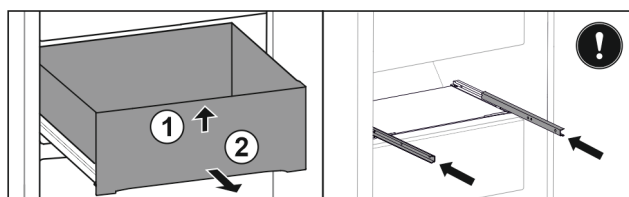

Fig. 158
- ▶ Unieść szufladę z przodu. Fig. 158 (1)
- ▶ Wyjąć szufladę do przodu. Fig. 158 (2)